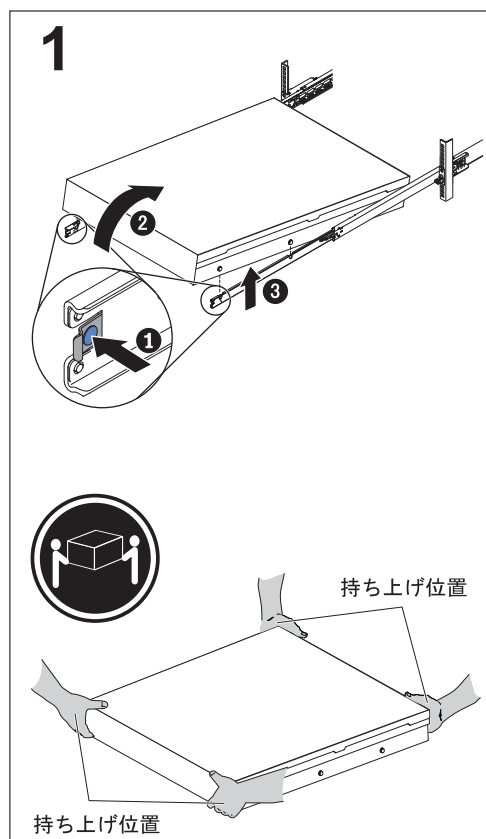

図 32. ラックからの SAN ボリューム・コントローラー 2145-DH8の取り外し
注: 2U サーバーを取り外す場合は、サーバーを持ち上げるときには、必ず 2 人必要です。手の位置は、44 ページの図 32 に示すようにします。
4. 44 ページの図 32 に示すように、ロック・レバー **1** を前方へ引きします。